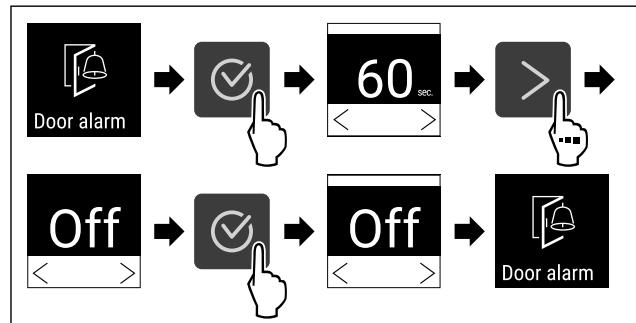

Fig. 118
- ▶ Kryeni hapat e veprimit (shihni Fig. 118).